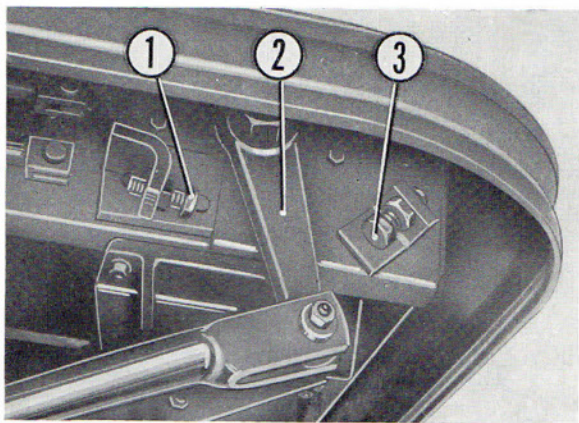

Fig. 120
- Tourner le volant à droite jusqu'à ce que la fusée de roue arrière soit appuyée sur la butée de l'essieu puis tourner la butée 1 (fig. 120) pour l'amener au contact du bras de direction.